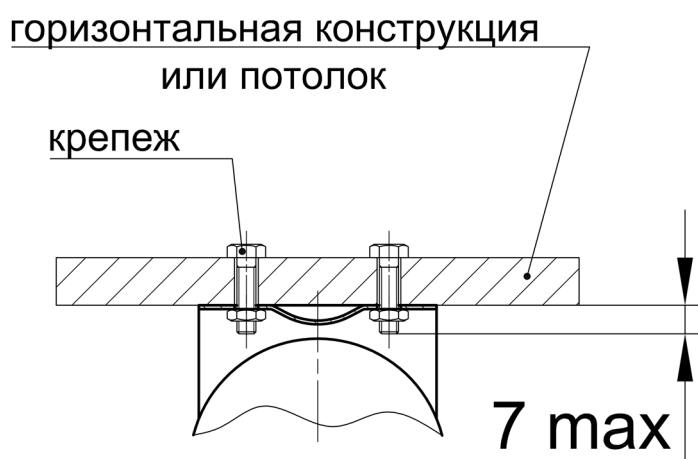

Рис. 2.2 ОСП с держателем ж/д.
- ж/д - для подвижного состава железной дороги, см. рис. 2.2;
6.4 ОСП с держателем ж/д монтируется на горизонтальных конструкциях или потолке при помощи болтов, винтов или резьбовых шпилек. Координаты крепежных отверстий держателя и рекомендация по установке крепежа см. рис. 2.2;